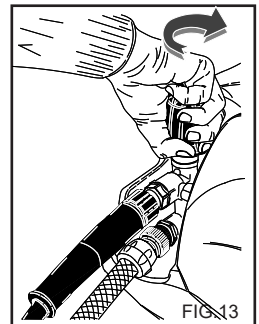

FIG.13
BRUK AV REGULERBART HODE (Fig. 13) (Ekstraustyr)
Dette kapitlet gjelder kun de modellene som er utstyrt med utstyr for "trykkregulering". Trykkregulatoren, fig. 13, gjør at brukeren kan regulere arbeidstrykket. Når knapp C vris moturs (B) (minimum), reduseres driftstrykket.